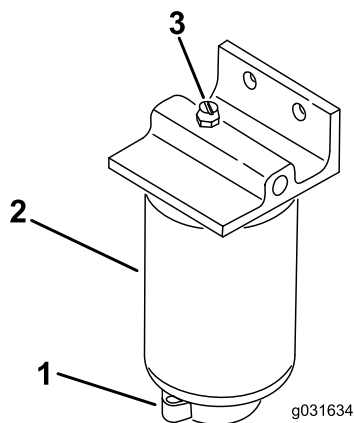

Рисунок 52
2. Ослабьте сливной кран в днище фильтра (Рисунок 52).
1. Очистите область креплений фильтра (Рисунок 52).